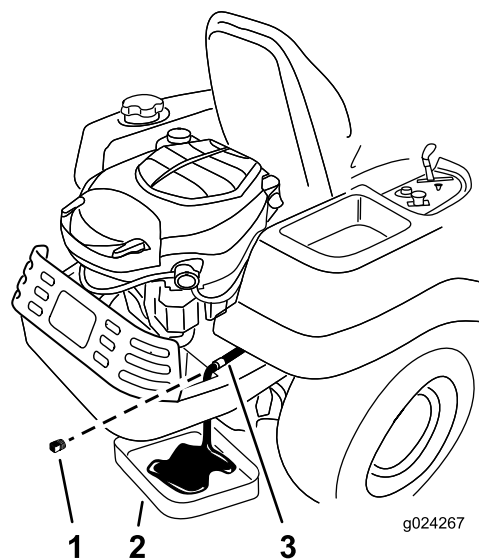

Figure 30
4. Trouvez l'emplacement du flexible de vidange d'huile sur le côté gauche du moteur.(Figure 30)
6. Placez un bac de vidange sous la machine, juste sous le flexible de vidange, comme montré à la Figure 30.
7. À l'aide de 2 clés (l'une pour tenir le flexible de vidange d'huile et l'autre pour desserrer le bouchon), enlevez le bouchon de vidange d'huile (Figure 30).
17. Essuyez l'excédent d'huile (Figure 30).